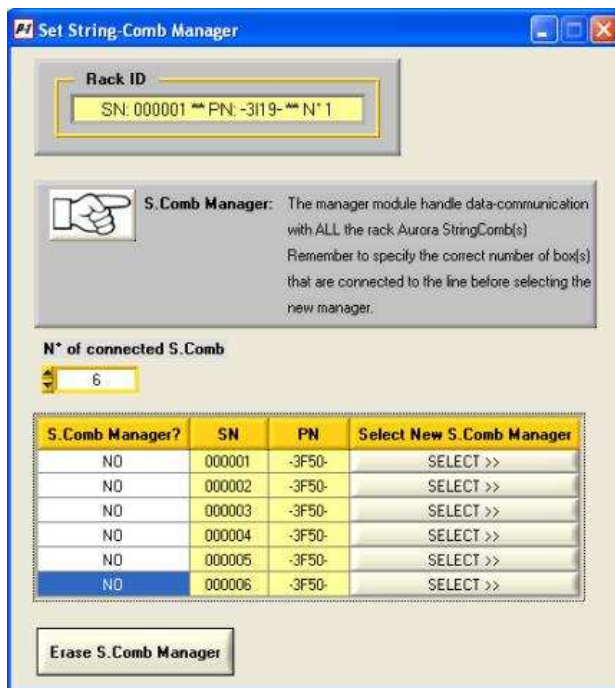

Figura 15-6: Scelta dello StringComb Manager
- **Plant value**: si visualizzano le informazioni di potenza istantanea prodotta (W), energia giornaliera ed energia totale prodotta (kWh).
- Il numero di moduli presenti nel rack (Module N.), la modalità di funzionamento (Mode) e il numero di string-box connesse (S.Comb N.).¹ Con il pulsante **[Set S.Comb Manager]** si accede al menu (Figura 15-6) tramite il quale, premendo il tasto **[SELECT>>]**, si assegna al modulo corrispondente la gestione ed il monitoraggio delle PVI-STRINGCOMB.